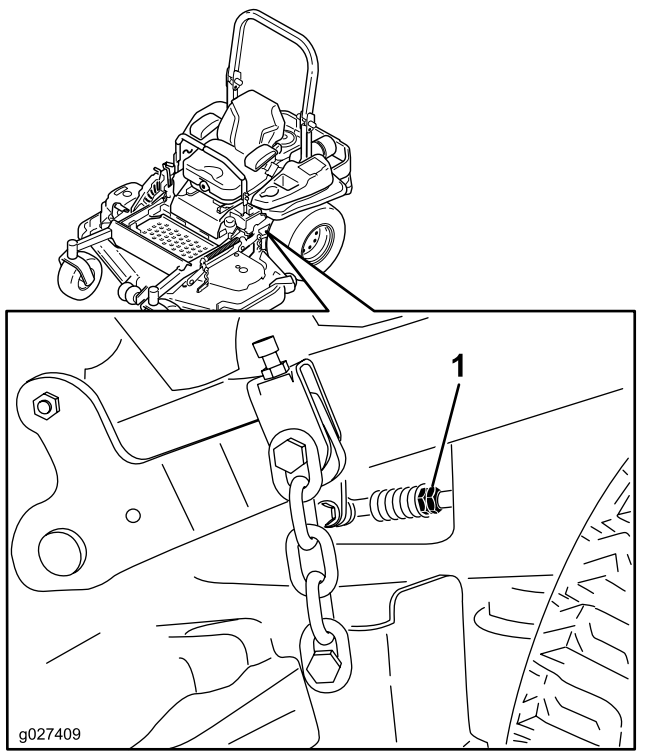

Figure 96
10. Réglez la longueur des tiges de pompes en tournant les doubles écrous dans le sens voulu jusqu'à ce que les roues tournent légèrement en marche arrière (Figure 96).